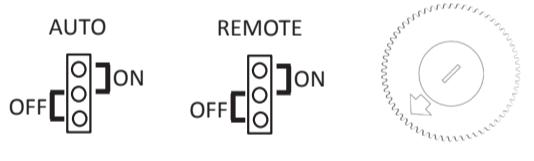

Fig.5
- REMOTE jumper used to specify the position of the air probe on the basis of which the controller makes the adjustment. The two possibilities are on board probe (factory default setting) or remote wired probe (Fig. 5).
- AUTO jumper to specify how the changeover (SUMMER/WINTER) is supposed to be applied by the controller (only EYTED4T and EYTED10). The two possibilities are the manual selection (factory default setting) or the automatic changeover on the basis of air temperature (Fig. 5).
- Potentiometer for the hysteresis calibration (from 1°C to 10°C) around the temperature SET for the automatic SUMMER/WINTER changeover (only EYTED4T and EYTED10); we suggest not to modify this value if not strictly necessary, for example as a consequence of a quick and large variation of the air temperature (Fig. 5).
- Brücke REMOTE zum Anzeigen der Position des Fühlers der Lufttemperatur, mittels der die Steuerung die Einstellung aufzuführt: Fühler an der Steuerung (werkseitig) oder ferngesteuerter Fühler mit Draht (Abb. 5)
- Brücke AUTO zum Anzeigen der Umschaltweise der Betriebsart SOMMER/WINTER (nur EYTED4T und EYTED10): manuelle Umschaltung mittels Schalter (werkseitig) oder automatische Umschaltung auf der Grundlage der Lufttemperatur (Abb. 5).
- Potentiometer zum Einstellen des Totbereichswerts (1 °C bis 10 °C) um den WERT der Temperatur für das automatische Umschalten SOMMER/WINTER (nur EYTED4T und EYTED10); es wird empfohlen, diesen Wert nicht zu ändern, es sei denn, es ist aufgrund der Dynamiken der Lufttemperaturänderungen unbedingt notwendig (Abb. 5)